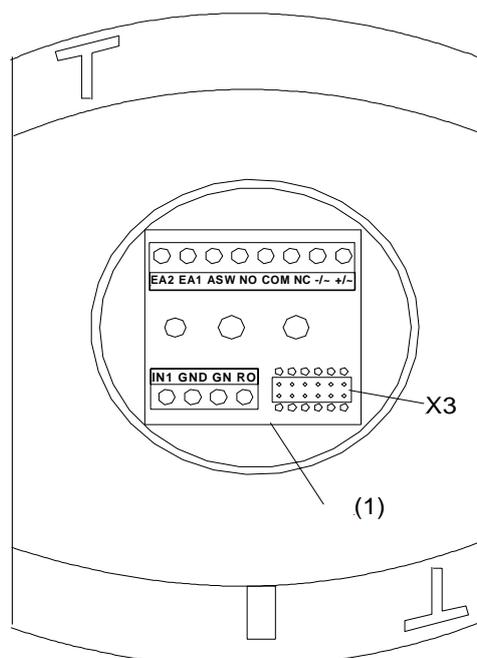

Abbildung 2: Rückansicht mit eingerasteter Anschlußplatine (1)
- | Anschlußplatine in das Gehäuse-Unterteil einrasten (siehe: Abbildung 2: Rückansicht mit eingerasteter Anschlußplatine (1)).